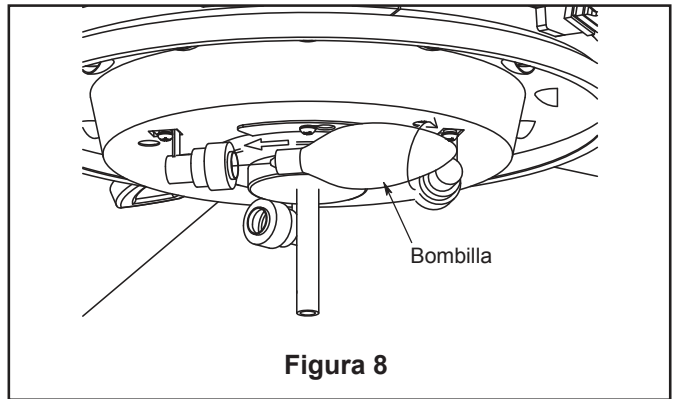

Figura 8
8. Introduzca la bombillas en la conexi3n. (Figura 8)